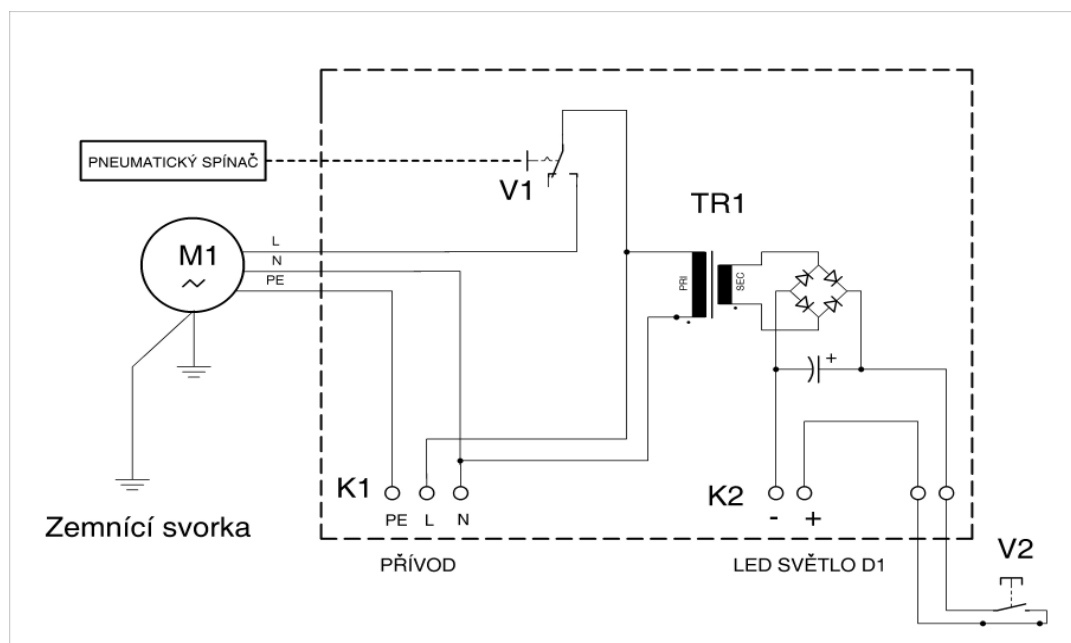

fig. 6
- collegamento del cavo di alimentazione nel distributore dell'impianto di nuoto controcorrente - si veda la fig. 6.